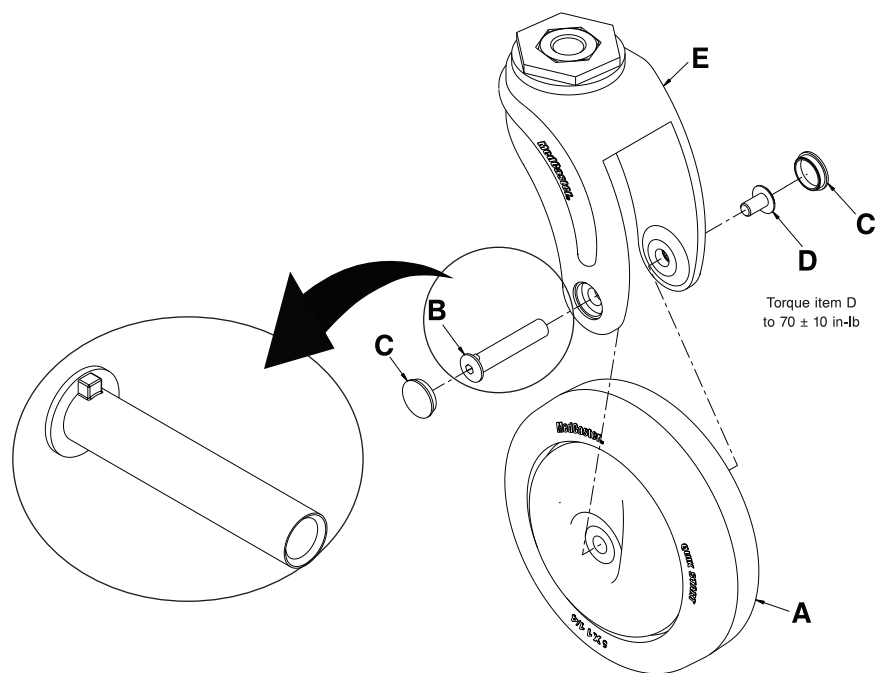

图14-25: 前脚轮更换
2. 使用一个铁镐，卸下并保存脚轮轴管螺母盖(C) (图14-25 第14-41页)。
注释: 锁住轴管螺母(B)头。(图14-25 第14-41页)。重新安装时，正确对齐脚轮叉(E)上的螺母。